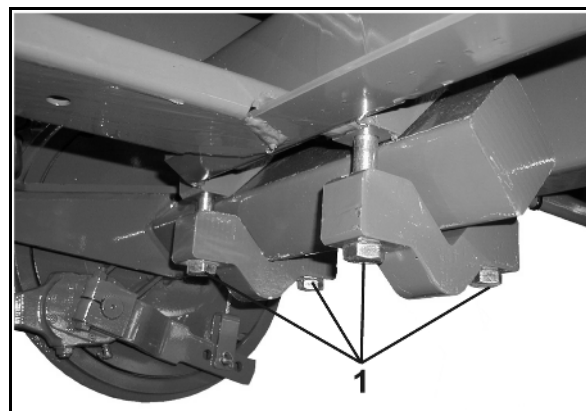

Fig. 120
4. Soltar os parafusos de aperto (Fig. 120/1).